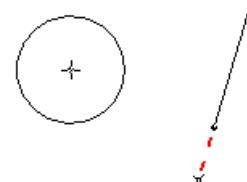

图 4.11.16 移到直线端点之外
Step10. 此时再将鼠标指针移至端点之外的直线的延长线上, 可看到鼠标指针变成红色的 \times 符号(图 4.11.16), 表明系统已捕捉到直线的延长线。